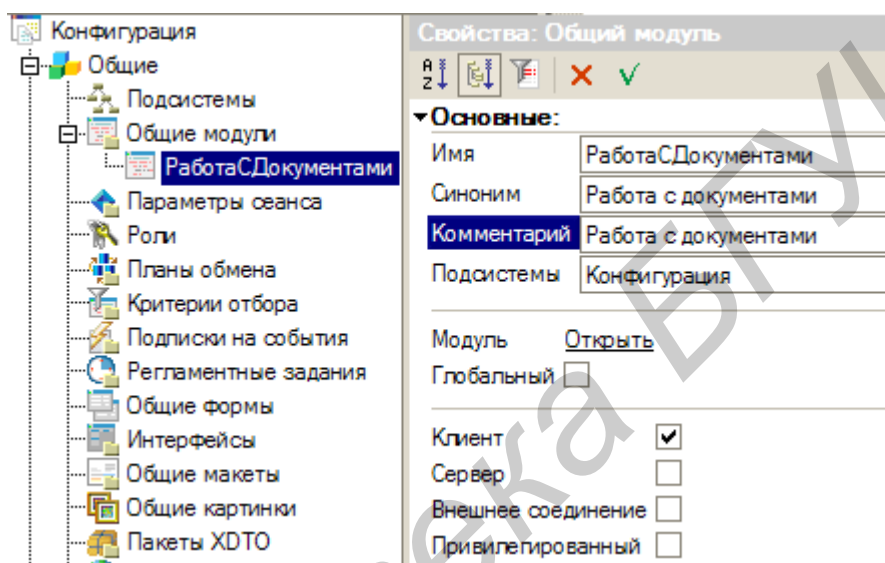

Рис. 5.7. Окно создание модуля
1. Создайте объект конфигурации Общий модуль в ветке *Общие* → *Общие модули* и назовите его «РаботаСДокументами» (рис. 5.7).